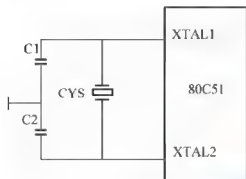
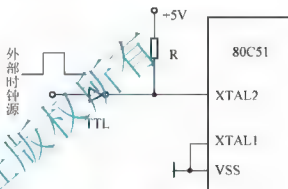

图 2-7 内部振荡电路
图 2-8 外部振荡电路
80C51 系列 MCU 内有一个用于构成振荡器的高增益反相放大器, 引脚 XTAL1 和 XTAL2 分别是此放大器的输入端和输出端。把放大器与作为反馈元件的晶体振荡器和陶瓷电容相连, 就构成了自激振荡器, 其输出就是时钟脉冲。内部振荡电路如图 2-7 所示。
外部振荡方式是把外部已有的时钟信号引入 MCU 内部。对于 HMOS 型 MCU, 外部振荡电路如图 2-8 所示。对于 CHMOS 型 MCU, XTAL1 接片外振荡脉冲输入端, XTAL2 悬空。
(1) 时钟电路: MCU 工作时, 是在统一的时钟脉冲控制下有序进行的。这个脉冲是由时钟电路产生的。时钟电路由振荡器和分频器组成, 振荡器产生基本的振荡信号, 然后进行分频, 得到相应的时钟。振荡电路有两种方式: 内部振荡和外部振荡, 如图 2-7 和图 2-8 所示。
(2) 工作时序: MCU 执行指令是在时钟脉冲控制下一步一步进行的, 由于指令的功能和长短各不相同, 因此, 指令执行所需的时间也不一样。80C51 系列 MCU 的时序定时单位共有 4 个, 从小到大依次是振荡周期、状态周期、机器周期和指令周期。80C51 系列